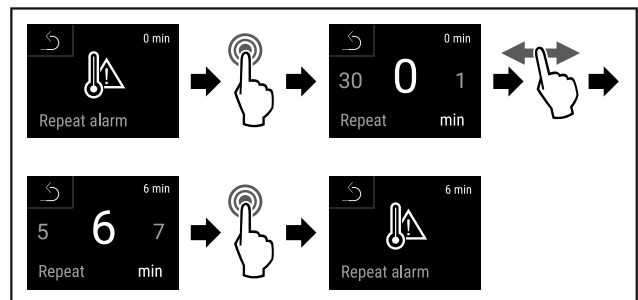

Fig. 143
- ▶ Seguir los pasos de procedimiento (consulte Fig. 143) .